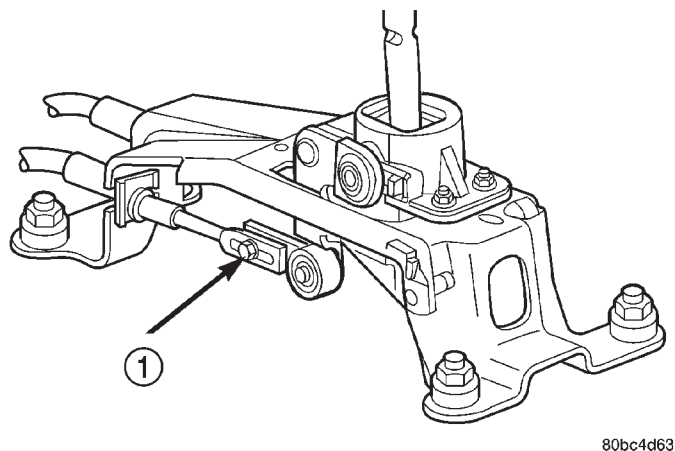

Fig. 50 Tornillo de ajuste de cruce
(4) Afloje el tornillo de ajuste de cruce en el conjunto del cambiador (Fig. 50).